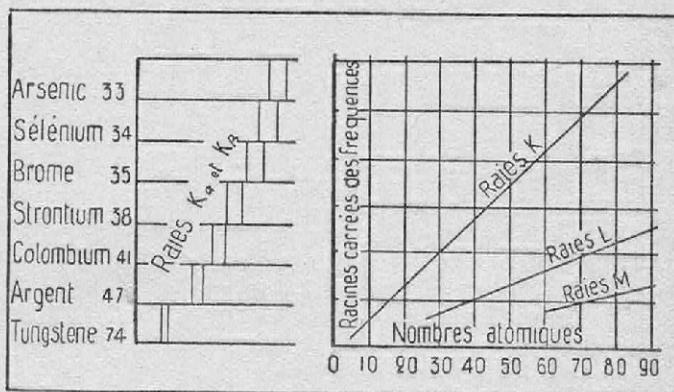

FIG. 13 ET 14. — A GAUCHE VARIATION DES FRÉQUENCES D'ÉMISSION DES RAYONS X ET, A DROITE, LOI DE MOSELEY
cent régulièrement avec le nombre atomique de l'élément émetteur, suivant une loi dont la figure 13 donne une idée. La « loi de Moseley » est précisée par les graphiques de la figure 14, où l'on se rappellera que « le nombre atomique » n'est pas autre chose que le nombre des électrons du nuage électronique de l'atome neutre; extrapolée jusqu'à l'hydrogène (nombre atomique = 1), cette loi redonne le spectre optique de ce gaz, avec les raies qu'il émet dans un tube luminescent; et c'est là une nouvelle liaison entre la lumière et les rayons X. Il convient également de ne pas oublier que c'est l'interprétation des immortels travaux de Moseley sur les rayons X (1), qui permet de donner sa forme définitive à la classification des atomes.